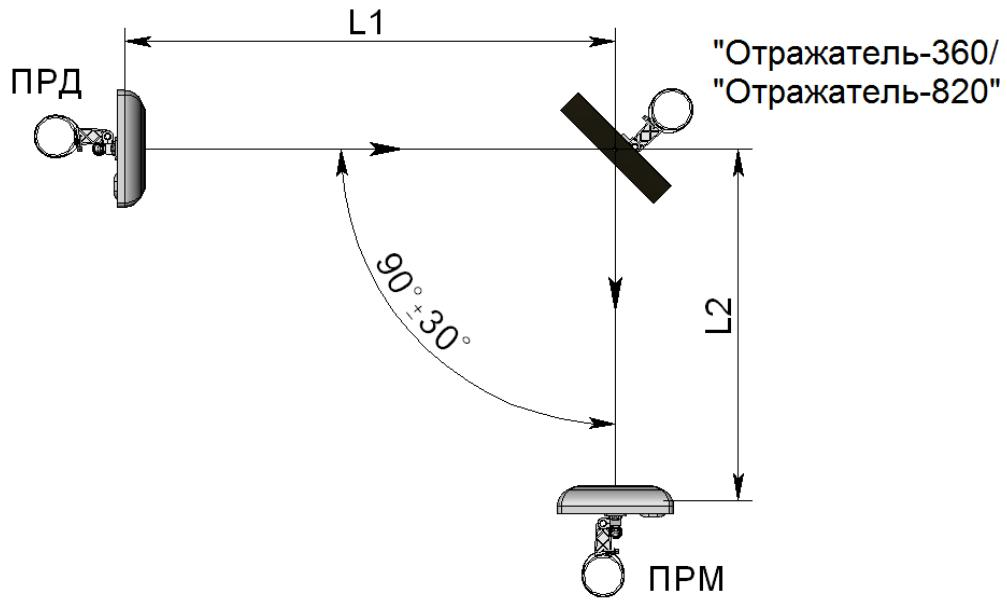

Рисунок 2.12 – Установка извещателей с применением отражателя «Отражатель-360» («Отражатель-820»)
2.3.10.2 При работе извещателей «БАРЬЕР-50Т», «БАРЬЕР-100Т», «БАРЬЕР-200Т» с «Отражателем-360» (см. рисунок 2.12) суммарная длина зоны обнаружения L1+L2 (где L1 – расстояние между блоком ПРД и отражателем, L2 – расстояние между отражателем и блоком ПРМ) не должна превышать: